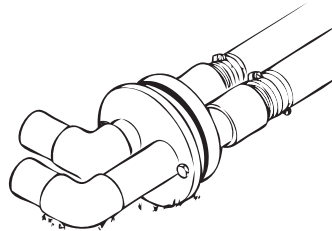

Figure 10
5. Installer des coudes en acier à l'extrémité supérieure des raccords (voir Figure 10). Appliquer du ruban au téflon sur tous les filetages des raccords afin d'empêcher les fuites!